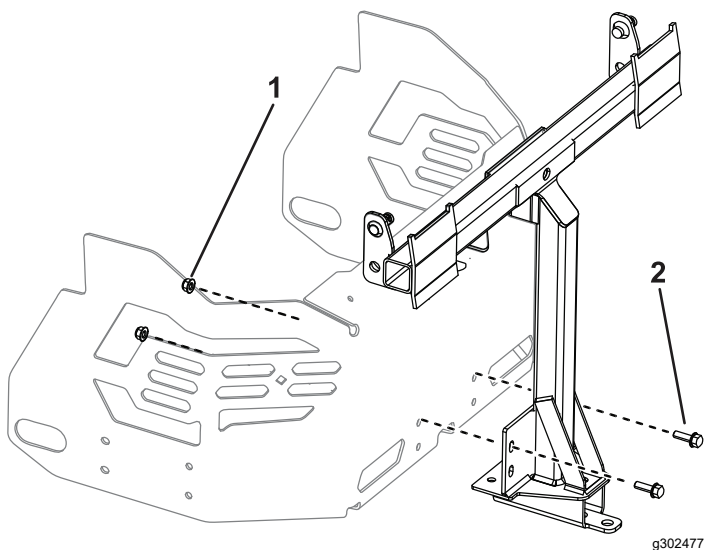

Figura 15
4. Blago pričvrstite okretni ram na ram mašine pomoću 2 zavrtnja ($\frac{5}{16} \times 1$ ") i 2 kontranavrte ($\frac{5}{16}$ ") kako je prikazano na Figura 15.
6. Pritegnite 2 zavrtnja (5/16 × 1") i 2 kontranavrtke (5/16") kako je prikazano na Figura 15.